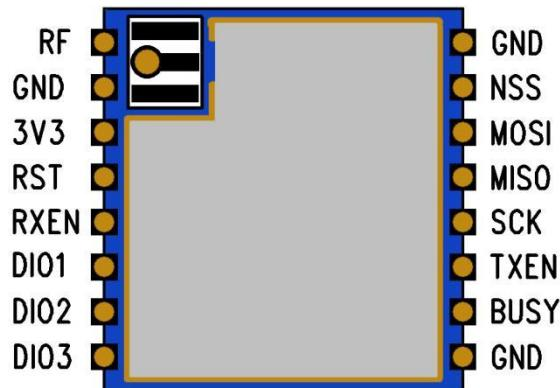

图 4. RC1268A 引脚定义图 (Top View)
- 2、允许回流焊次数：2 次，基于以下回流焊(条件)(见图4)；
- 3、温度曲线：回流焊应按照下列温度曲线(见图4)；